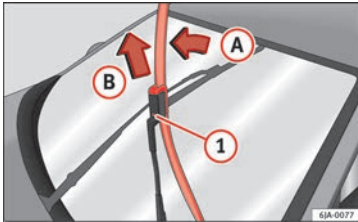

Fig. 70 Las escobillas de los limpiaparabrisas.
- Retire el brazo del limpiaparabrisas desde el cristal moviendo ligeramente la escobilla en el sentido del brazo – flecha (A) » fig. 70.
- Con la otra mano desbloquee el seguro ① y saque la escobilla en el sentido de la flecha (B).